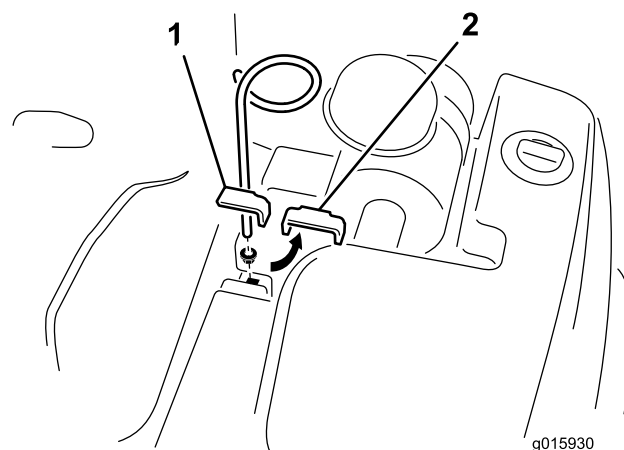

Figura 6
1. Retire o parafuso, anilha e porca que prende o grampo superior do depósito hidráulico à estrutura (Figura 6). Retire e deite fora o grampo, parafuso, anilha e porca.
2. Instale o guia de tubos com a porca flangeada fornecida. Posicione o guia de tubos como se mostra em Figura 6).